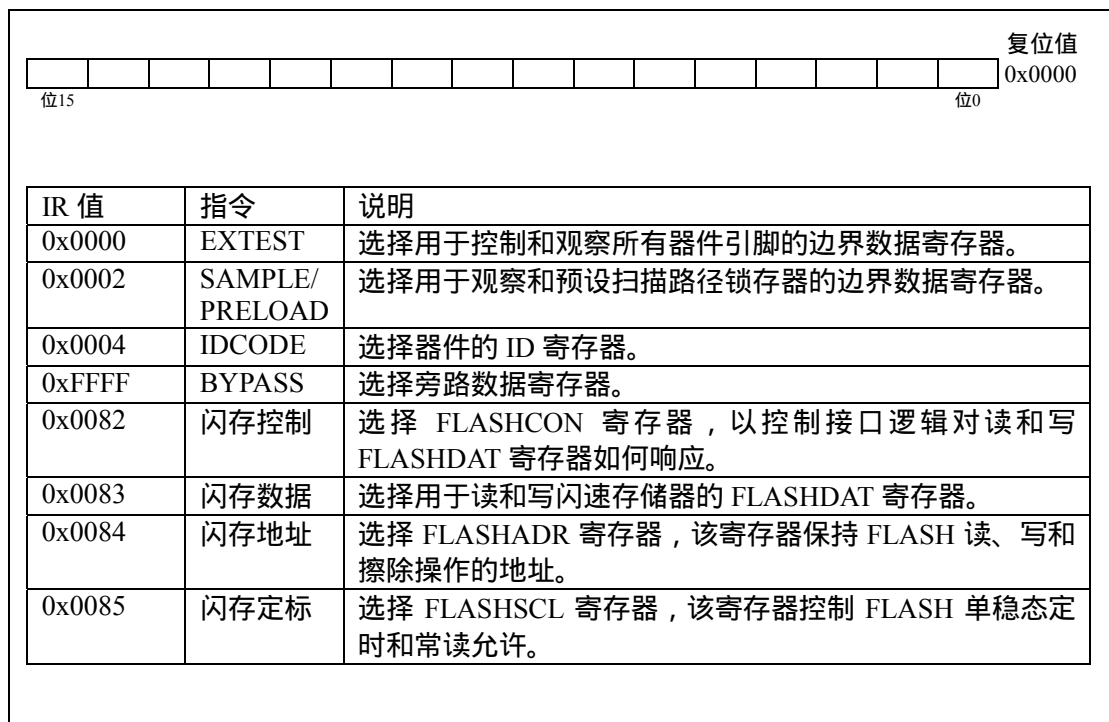

图 25.1 IR : JTAG 指令寄存器
通过 16 位的 JTAG 指令寄存器 (IR) 可以发出图 25.1 所示的 8 种指令。MCU 中有三个与 JTAG 边界扫描相关的数据寄存器和四个与 FLASH 读/写操作相关的寄存器。